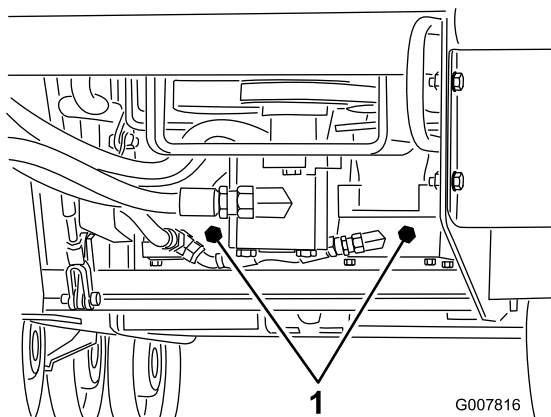

Figure 21
3. À l'aide d'une clé, donnez deux tours dans le sens antihoraire aux vannes de remorquage situées sur les pompes hydrauliques (Figure 21).